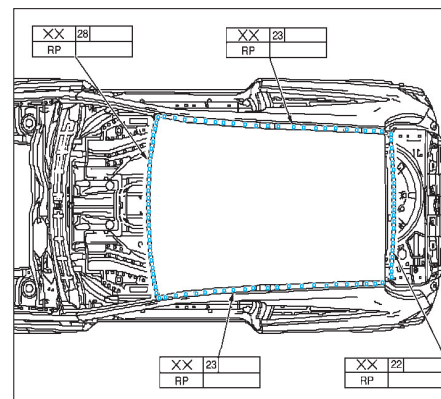

FIG. 154
- Ajuster le pavillon et souder par point (fig. 154).